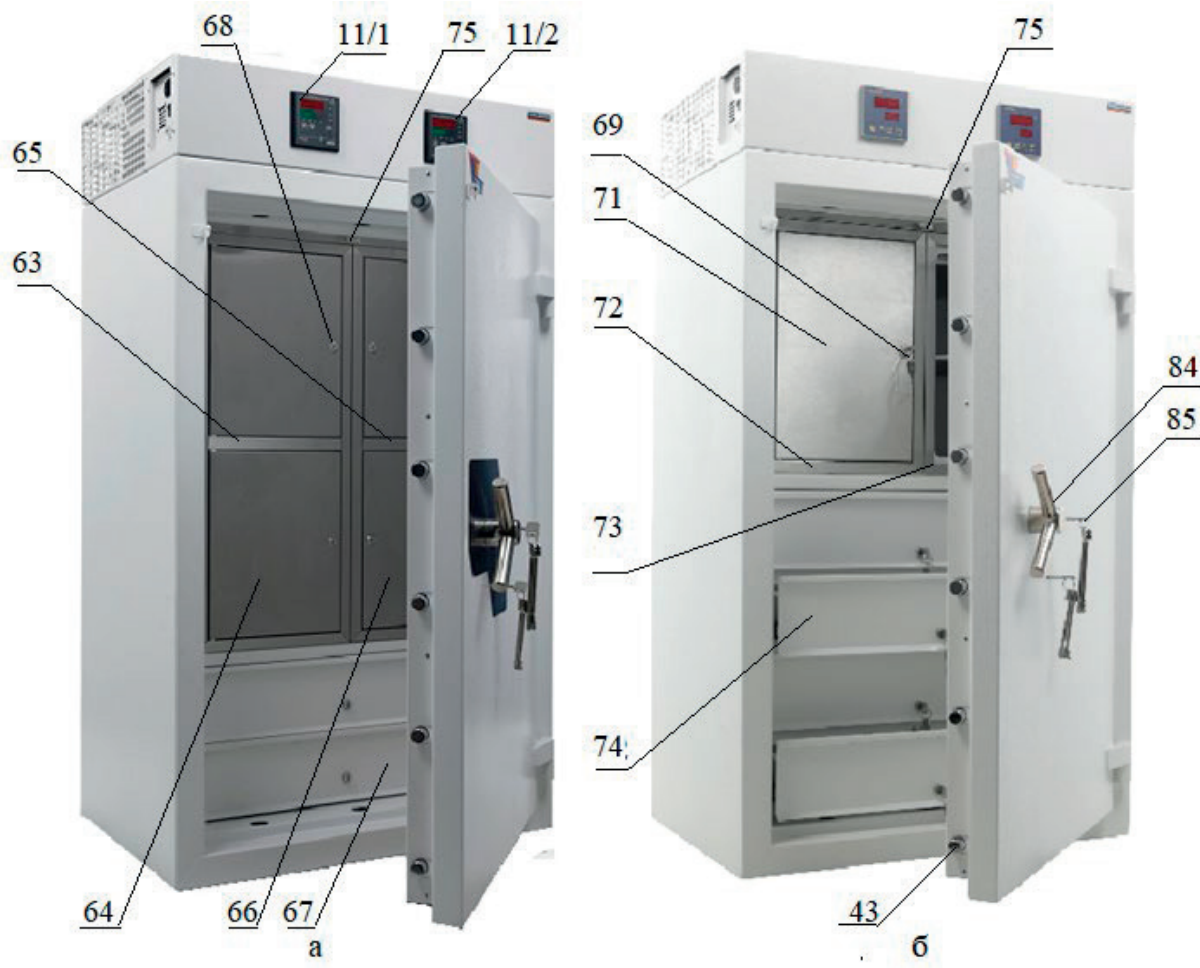

Рис.9. Сейф-термостат TS-3/100 (а) и TS-3/25 мод. Форт-1385.3 (б).
4.36 Сейф запирается при помощи рукоятки (6) привода ригельной системы (43, рис.9) двери и 2-х ключевых замков (7). В корпусе сейфа и его двери предусмотрены «ушки» (8) для установки одноразовых пломб.
4.38 С левой стороны кожуха блока электроники сейфов-термостатов в вариантах исполнения TS-3/100 (рис.9а) и TS-3/25 мод. Форт-1385.3 (рис.9б) установлена панель электропитания DC изделия (рис.8б).
4.49 Порты левого (77, рис.10) и правого (78, рис.10) термостатов разделены перегородками (63, рис.9а), (65, рис.9а) в которые установлены оси вращения зеркально установленных дверей верхних и нижних секций рабочих камер двух термостатов.
| Инв. № дуб.    | <p>Рис.9. Сейф-термостат TS-3/100 (а) и TS-3/25 мод. Форт-1385.3 (б).</p>                                                                                                                                                                                                                                                                                                                                                                                                                                                                                                                                                                                                                   |  |  |  |  |
| Взам. инв.     | <p>4.49 Порты левого (77, рис.10) и правого (78, рис.10) термостатов разделены перегородками (63, рис.9а), (65, рис.9а) в которые установлены оси вращения зеркально установленных дверей верхних и нижних секций рабочих камер двух термостатов.</p> <p>4.50 Двери верхних и нижних секций рабочих камер двух термостатов идентичны по построению, выполнены из нержавеющей стали, оборудованы замками (68) и снабжены уплотнителями (35).</p> <p>4.51 Внутренние объемы дверей секций рабочих камер двух термостатов заполнены высокоэффективным теплоизолирующим материалом.</p> <p>4.52 На швеллере (76) из нержавеющей стали установлена кнопка (75) двери сейфа изделия (рис.10).</p> |  |  |  |  |
4.57 Сейфы-термостаты медицинские TS-3/100 и TS-3/25 мод. Форт-1385.3 (рис. 9б) оснащены 4-мя запираемыми ящиками (74, рис. 9б) и двумя термостатами с 25-ти литровыми запираемыми рабочими камерами (71), которые оснащены съемными полками и кнопками. Освещение ящиков изделий включается при их выдвижении.
4.60 Сейфы медицинских изделий TS-3/100 и TS-3/25 мод. Форт-1385.3 запираются при помощи V-образных рукояток (84, рис.9б) ригельной системы (43, рис. 9б) и двух сейфовых замков (85).